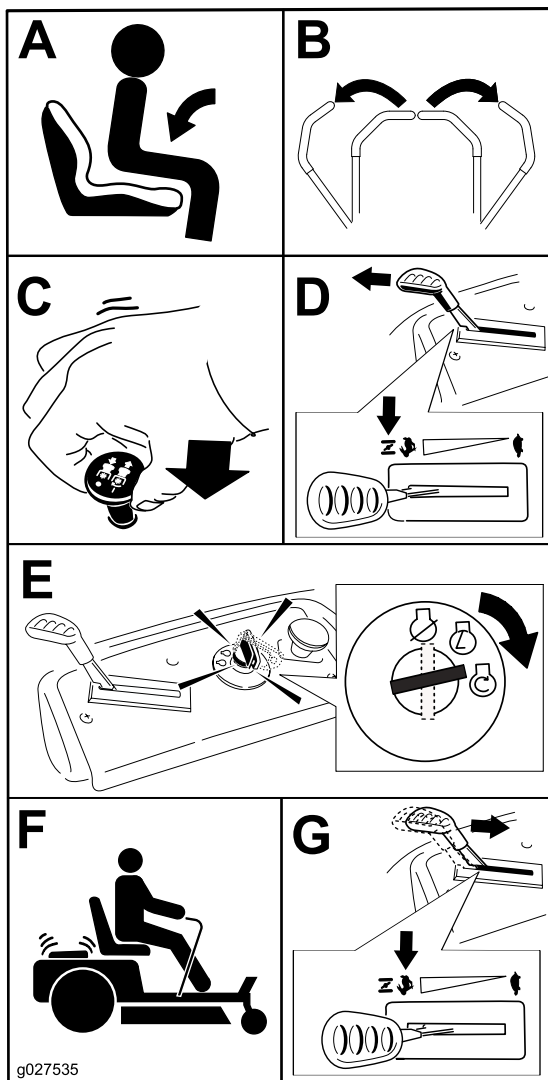

Figura 21
**Nota:** Pode ser necessário manter a alavanca contra a paragem, na posição de entrada de ar quando tenta ligar o motor (Figura 21).